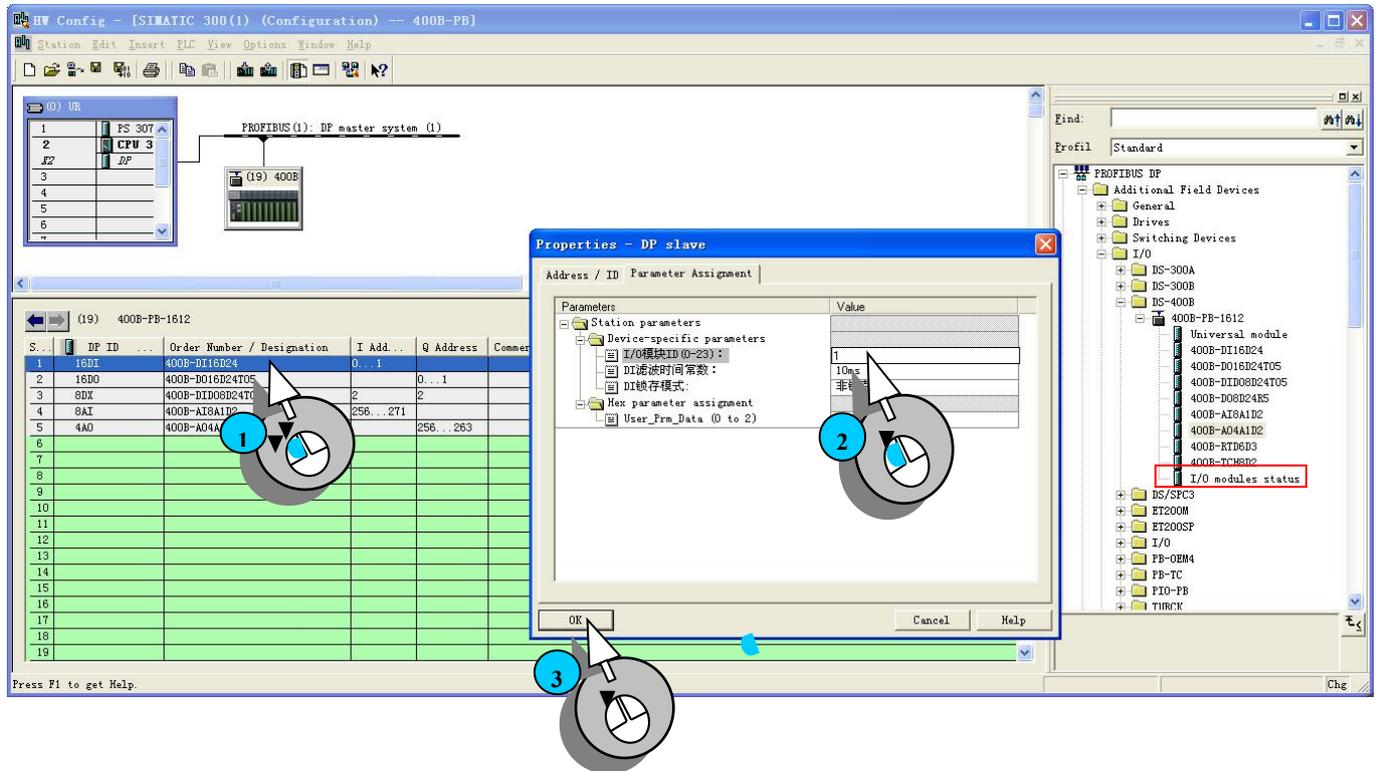

图 2-12 添加 I/O 模块并设置通信地址
双击2号槽400B-DI16D24完成设置400B-DI16D24的通信地址：“1”的过程，见步骤①②和③，用同样方法设置400B-DO16D24T05、400B-DIDO8D24T05、400B-AI8A1D2和400B-AO4A1D2扩展模块的通信地址分别为2、3、4、5。见下图2-12所示：
注意：上图2-12 中可选插槽的最后一行（红框）为 DS400B 产品分配的4个字节的**状态字节**。用户可以将该模块添加到组态IO模块的后面，然后通过STEP 7的状态监测表进行监测，具体定义见本章第2.10小节。
在上图2-12的配置中，凡具有输出功能的模块：400B-DO16D24T05、400B-DIDO8D24T05和IO-AO4OP16都有两种不同的安全输出模式即：指定值和保持当前值。